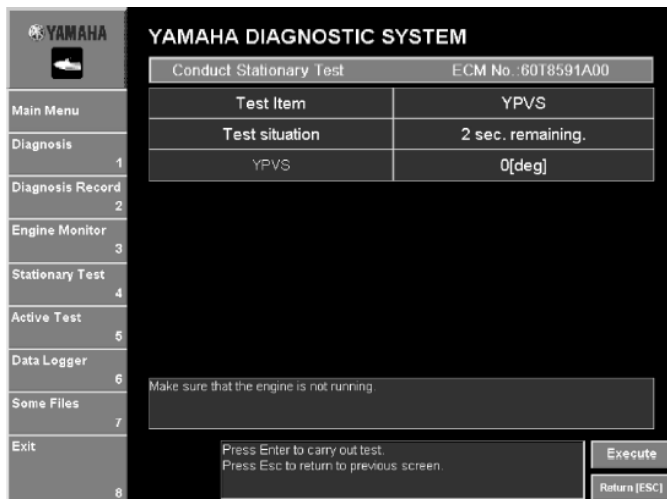

Рис. 83
**2.Щелкнуть по Выполнить(Execute) или нажать клавишу Enter клавиатуры. (Рис. 83)**